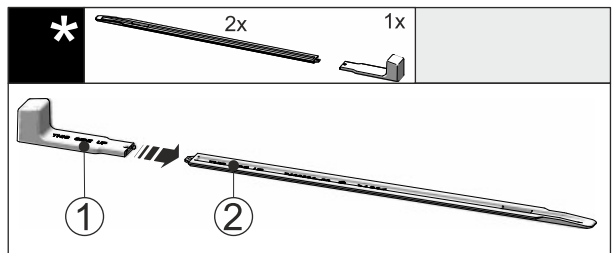

Fig. 47
- ▶ Τοποθετήστε τη λαβή τοποθέτησης Fig. 47 (1) στη ράγα ευθυγράμμισης Fig. 47 (2).